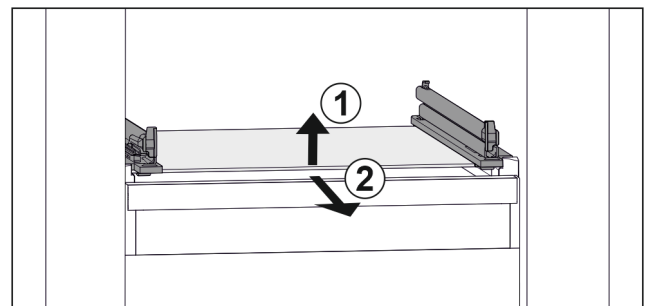

Fig. 160 Beispielhafte Darstellung der Glasplatte
- ▶ Glasplatte vorne anheben. Fig. 160 (1)
- ▶ Glasplatte nach vorne entnehmen. Fig. 160 (2)